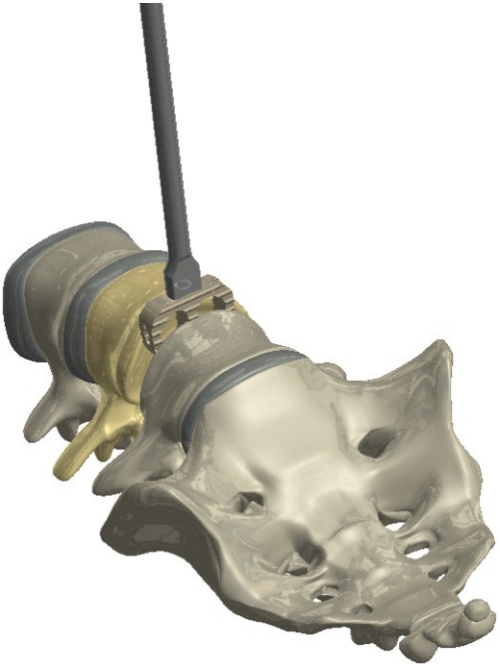

Figura 6
11. Con el A-Box® listo para su inserción, se vuelve a distraer el segmento utilizando los distractores. Los distractores se utilizan conectándolos a un mango en T de liberación rápida mango en T de liberación rápida. Distraiga el segmento colocando un distractor a cada lado del sitio operatorio. Es posible que sea necesario aplicar un ligero impacto con el mazo a la A-Box® para introducirla completamente en el espacio discal. (Figura 6)